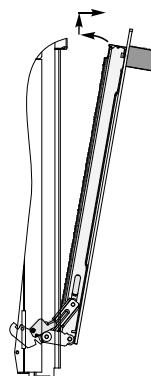

рис. 14
■ Для замены сопла горелки гриля или горелки пода (см. рис. 14, 15) необходимо отвинт-